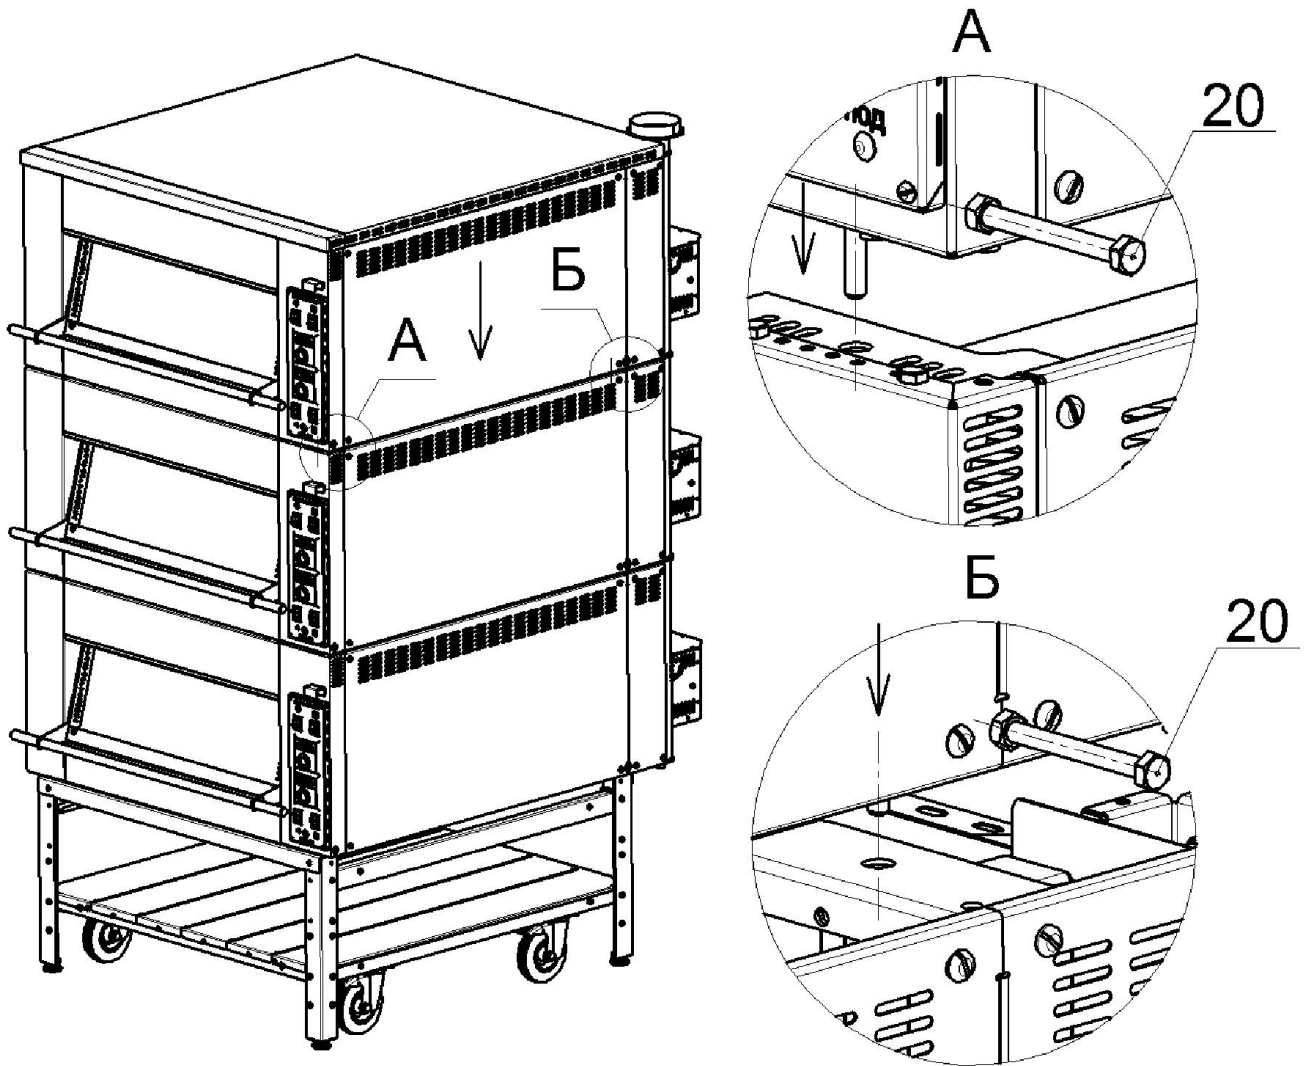

Рис.11
12. Установить верхнюю печь (с крышкой) третьим ярусом так, что бы концы 4-х шпилек М8 на углах устанавливаемой печи попали в отверстия на нижестоящей печи, как показано на рис.11: